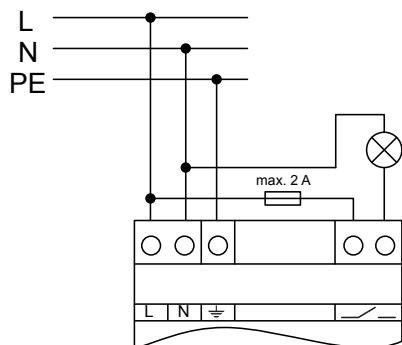

Figure 5: Exemple d'utilisation – Lampe de signalisation pour l'affichage visuel du fonctionnement
- Raccorder le dispositif de signalisation conformément à l'exemple de raccordement (voir figure 5).